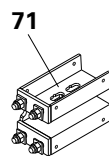

Fig. D1.04
El suplemento VARIO (71) es un conector con tornillos para montar posteriormente una correa VSRZ (72) o una rigidización antivuelco. (Fig. D1.04 + D1.05)